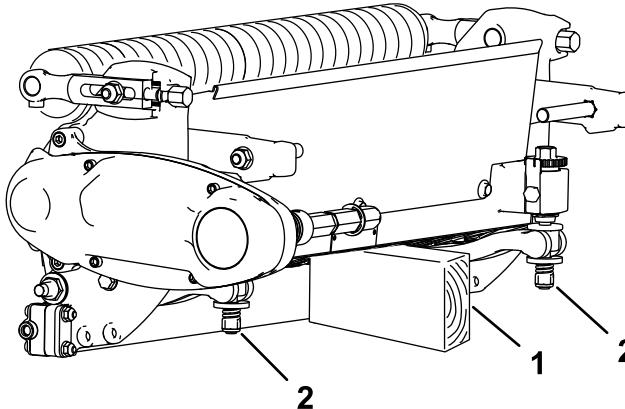

Figura 4
- Con l'apparato di taglio rimosso dalla macchina, supportate la parte posteriore dell'apparato di taglio per evitare che i dadi sul retro delle viti di regolazione della barra di appoggio tocchino il piano di lavoro (Figura 4).